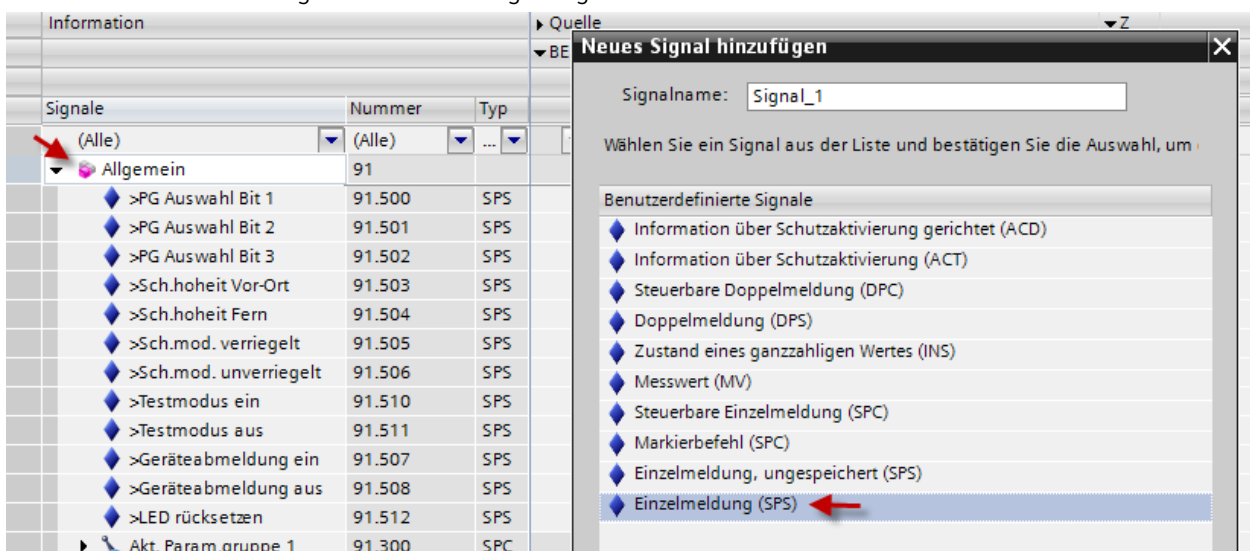

Bild 1: Funktionsblock Allgemeine im Editor „Informationsrangierung“
2. Öffnen sie den Funktionsblock „Allgemein“ und ergänzen Sie in diesen zwei Einzelmeldungen (SPS), indem sie den Funktionsblock „Allgemein“ mit der Maus sekretieren und über die rechte Maustaste in den Dialog „Neues Signal hinzufügen“ gelangen, siehe auch Bild 1.